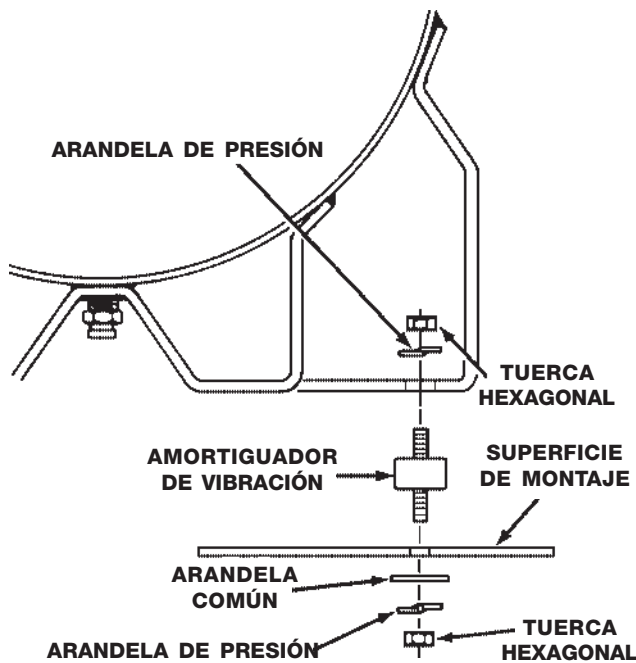

Figura 2
2. Insertar los amortiguadores de vibración en los orificios de montaje. Colocar una arandela plana bajo la superficie de cada montaje y asegurarlo con una arandela de presión y una tuerca. Ver figura 2.